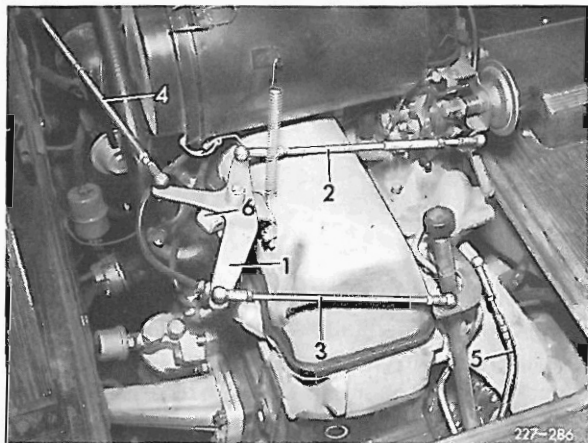

Bild 25
- 1 Alle Gestänge am Winkelhebel (1) aushängen (siehe Bild 25).
- 2 Winkelhebel (1) und Drosselklappenhebel am Vergaser auf Vollastanschlag bringen. Leerweggestänge (2) in ausgezogenem Zustand spannungsfrei einstellen und montieren (siehe Bild 25)
- 3 Verbindungsstange (3) auf 224 mm (Mitte Kugelpf) einstellen und einhängen (siehe Bild 25).
4 Fahrfußhebel auf Vollgasstellung bringen (Übergasschalter nicht betätigt). Winkelhebel (1) gegen den Vollastanschlag (6) drücken und Überdruckstange (4) spannungsfrei einstellen und einhängen (siehe Bild 25).
5 In Leergasstellung (Drosselklappe des Vergasers muß am Leerlaufanschlag anliegen) Steuerdruckstange (5) aushängen und den Kugelkopf spannungsfrei einhängen. Der Steuerdruckhebel des Getriebes muß dabei am hinteren Anschlag anliegen (siehe Bild 25).
1 Fahrfußhebel soweit durchtreten, bis Drosselklappenhebel am Vergaser auf Vollastanschlag steht. Die Überdruckstange (4 Bild 25) darf dabei nicht eingedrückt werden.